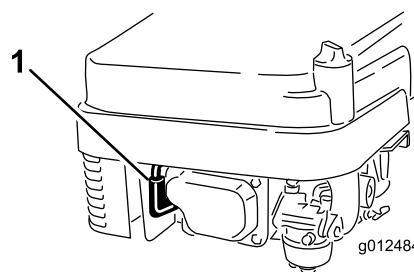

Figure 18
1. Branchez la bougie (Figure 18).